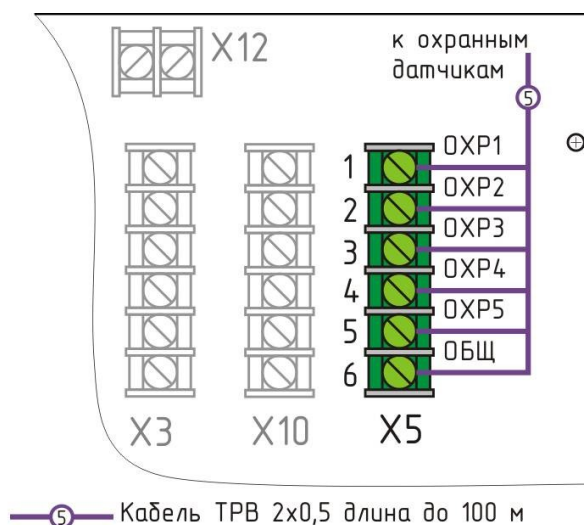

Рисунок 3 - Подключение кабеля охранных датчиков
1) Установить охранные датчики - магнитоуправляемые контактные извещатели ИО 102-20, состоящие из магнито-управляемого контакта и узла постоянного магнита, по одному на каждый блокируемый элемент (дверь, окно, люк) с внутренней стороны охраняемого помещения открытым способом (рисунок 3). Крепление извещателя должно производиться в верхней части блокируемого элемента на расстоянии 200 мм от вертикальной линии раствора.